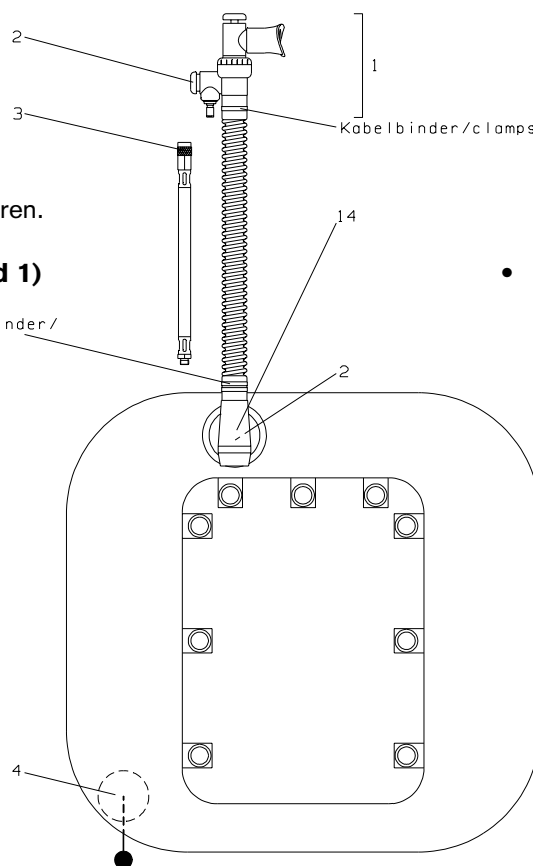

Bild 1
• Mitteldruckdichtheit (Bild 1)
- Inflatorschlauch an Inflatormundstück (1) anschließen
- Inflatormundstück unter Wasser halten und Inflator (2) mehrmals betätigen
- Vor, während und nach der Betätigung des Inflatorventiles dürfen keine Blasen aus diesem oder der Schnellkupplung (3) kommen
• Testing of the medium pressure leak tightness (Fig. 1)
- Put the inflator mouthpiece under water and actuate inflator (2) several times
- There must be no bubbles escaping from the inflator valve or the quick coupling (3) before, during and after actuating the inflator valve
• Funktionsprüfung des Überdruckventiles (4, Bild 1)
• Functional test of the relief valve (4, Fig. 1)
- Inflatormundstück (Bild 1)
- Zum Austausch sind gemäß Bild 1 die beiden Kabelbinder zu öffnen
- Faltenschlauch wieder vollständig auf Inflatormundstück aufschieben, Inflatormundstück wieder in Position drehen (siehe Bild 1) und mit zwei Kabelbindern sichern. Die überstehenden Enden der Kabelbinder sauber und gratfrei entfernen.
• Faltenschlauch (Bild 1)
- Inflater mouthpiece (Fig. 1)
- Slide corrugated hose into inflater mouthpiece, turn inflater mouthpiece in position (see Fig. 1) and secure it with two cable ties. Cut off the protruding ends of the cable ties
• Corrugated hose (Fig. 1)
Austauschen des Ventils (Bild 1)
Exchange the valve (Fig. 1)